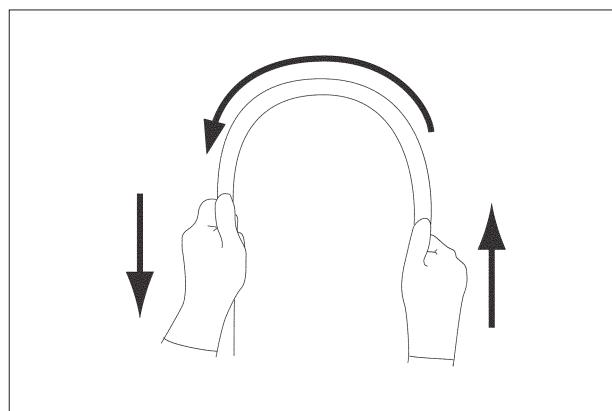

Рис. 3.3
5. Обеими руками согните вводимую трубку эндоскопа в дугу. Затем, совершая движения руками, как показано на рис. 3.3, убедитесь в том, что вводимая трубка может свободно принимать форму дуги и достаточно гибкая.